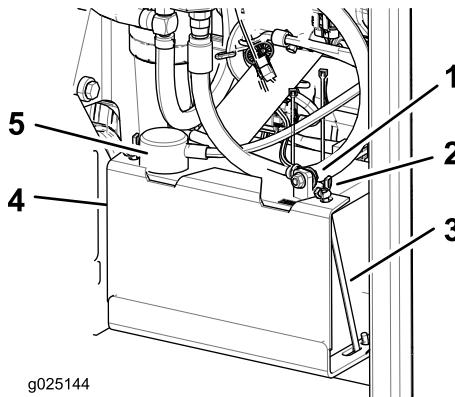

Figura 39
3. Desconecte el cable negativo (negro) de la batería del borne negativo (-) (negro) de la batería (Figura 39).
4. Retire la cubierta de goma roja del borne positivo (rojo) de la batería y retire el cable positivo (+) (rojo) (Figura 39).
5. Retire las tuercas de orejeta que sujetan los ganchos (Figura 39).
6. Retire la abrazadera (Figura 39).
1. Coloque la batería en la bandeja, con los bornes frente al depósito de aceite hidráulico (Figura 39).
- Fije los cables con 2 pernos, 2 arandelas, y 2 contratuerca (Figura 39).
- Instale la abrazadera y sujétela con las tuercas de orejeta y los ganchos (Figura 39).